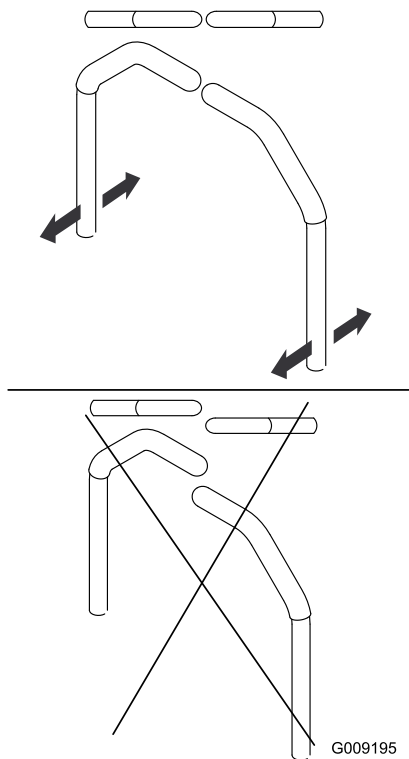

Figure 61
4. Alignez la position avant-arrière des poignées en les ramenant en même temps à la position point mort, puis en les déplaçant jusqu'à ce qu'elles soient correctement alignées (Figure 61).